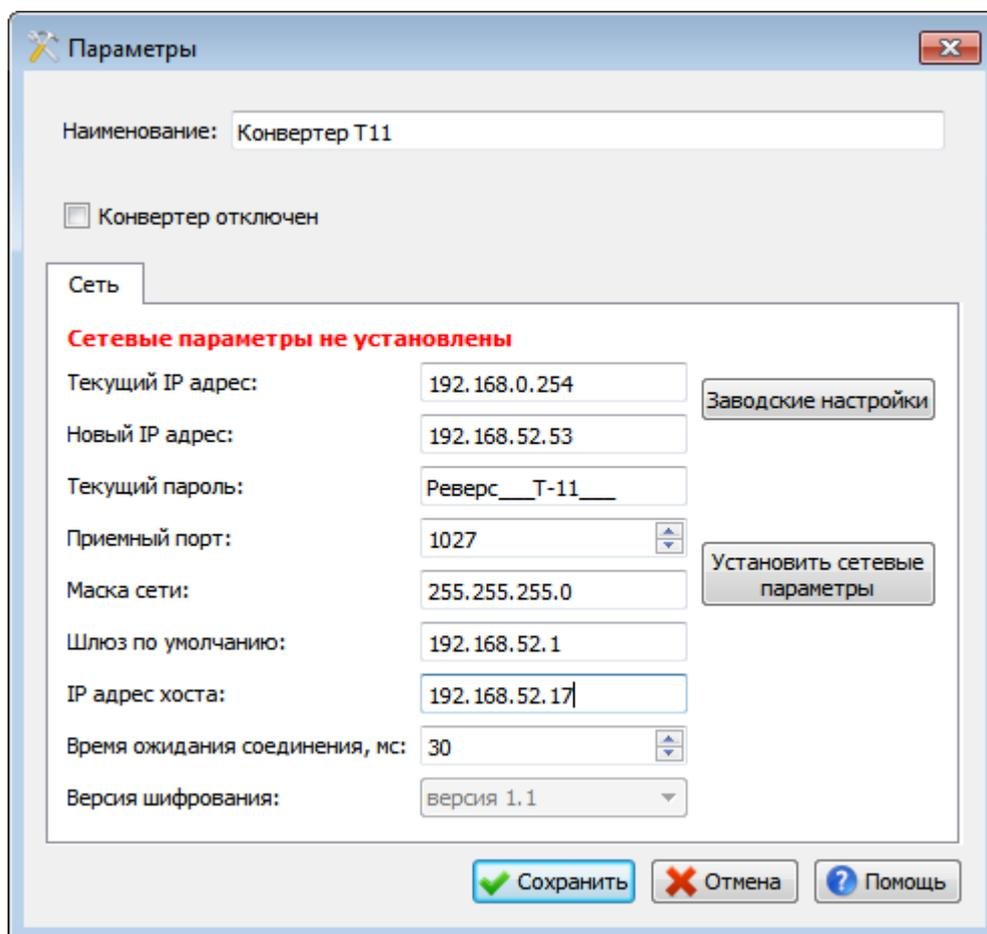

Рис. 43
- Установите в этом окне следующие значения, как показано на Рис. 43: